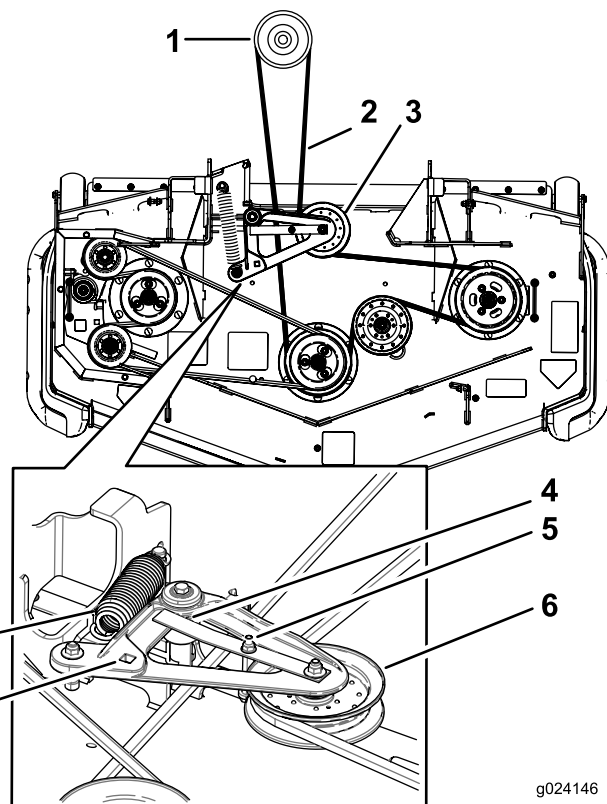

Figure 103
5. Soulevez le bac de plancher et insérez un rochet dans le trou carré de la poulie de tension du tablier (Figure 103).
6. Tournez la poulie de tension du tablier de coupe dans le sens horaire, tirez sur la patte du guide-courroie et déposez la courroie du tablier de coupe de l'embrayage (Figure 103).